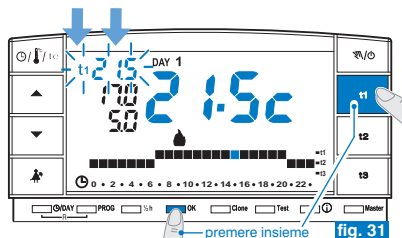

fig. 31
- Entro 8 secondi **premere contemporaneamente** il tasto relativo (**t1** o **t2**) ed il tasto **OK**; a conferma dell'avvenuto blocco, la sigla (t1 o t2) e il relativo valore a fianco lampeggiano (esempio in fig. 31).